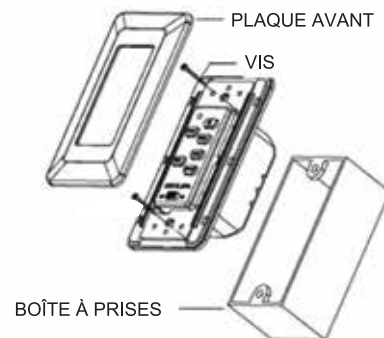

Fig. 14
Étape 1. Retirez la plaque murale présente et l'ancien interrupteur de la boîte à prises murale (Fig.14).